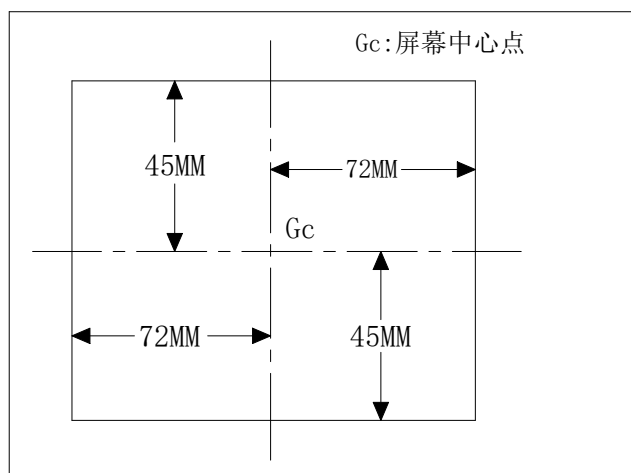

图3-6-2
- 范围（实际图形范围） 图形画面尺寸显示（见图 3-6-2），最大图形范围值为 144mm（宽）×90mm（高）。